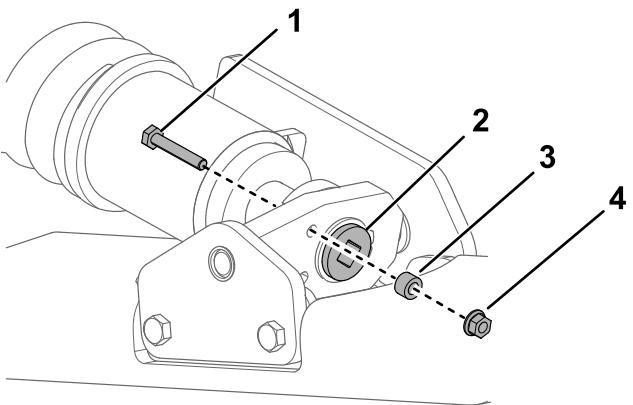

Figura 57
4. Rimuovete il bullone di bloccaggio, il distanziale e il dado (Figura 57).
6. Allineate l'intaglio più vicino della vite di tensione al foro del bullone di bloccaggio e fissate la vite con il bullone di bloccaggio e il dado (Figura 57).
- Rimuovete il bullone di bloccaggio, il distanziale e il dado (Figura 57).
- Utilizzando un cricchetto di trasmissione da $\frac{1}{2}$ ", rilasciate la tensione di trasmissione ruotando la vite di tensione in senso orario (Figura 57 e Figura 61).